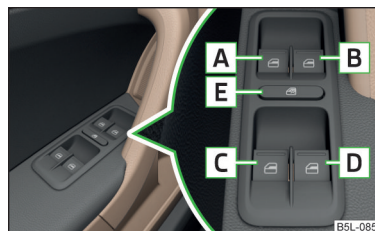

Fig. 38 Tastele geamurilor acționate electric
Tastele geamurilor acționate electric » fig. 38
- După deschiderea portierei șoferului sau a pasagerului față, operarea geamurilor va mai fi posibilă numai de la butonul **A** » fig. 38, prin apăsarea/tragerea acestuia pentru 2 secunde.
- **sau:** Decuplați contactul, deschideți portiera șoferului și mențineți butonul **A** până la capăt în poziție de deschidere » fig. 38 la pagina 55.
- **sau:** Decuplați contactul, deschideți portiera șoferului și mențineți butonul **A** până la capăt în poziție de închidere » fig. 38 la pagina 55.